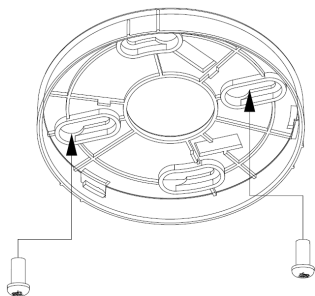

Fig. 5 – Montera takfäste
6. Fäst takfästet i taket med de medföljande skruvarna (se fig. 5).